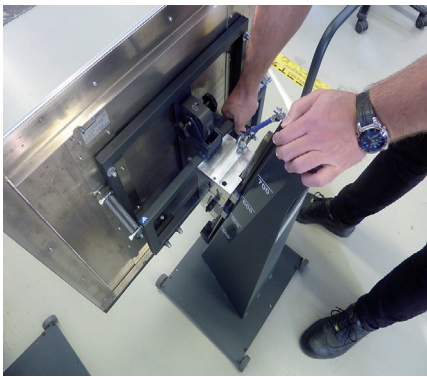

Fig. 8: Regolazione dell'altezza ergonomica
2. Posizionare lo sbloccaggio verticale verso l'alto (ruotare verso destra), vedere anche Fig. 8.